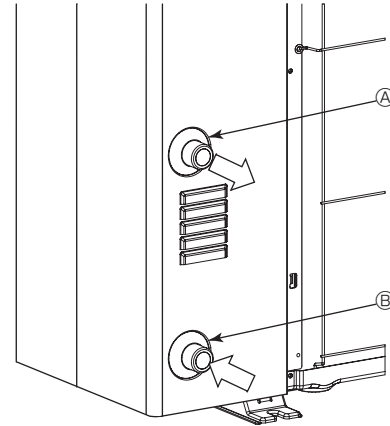

Fig. 5-1
### 5.1. Collegamento delle tubazioni dell'acqua (Fig.5-1)
- La Fig. 5-1 indica la posizione dei tubi interni ed esterni.
[Fig. 5-1]